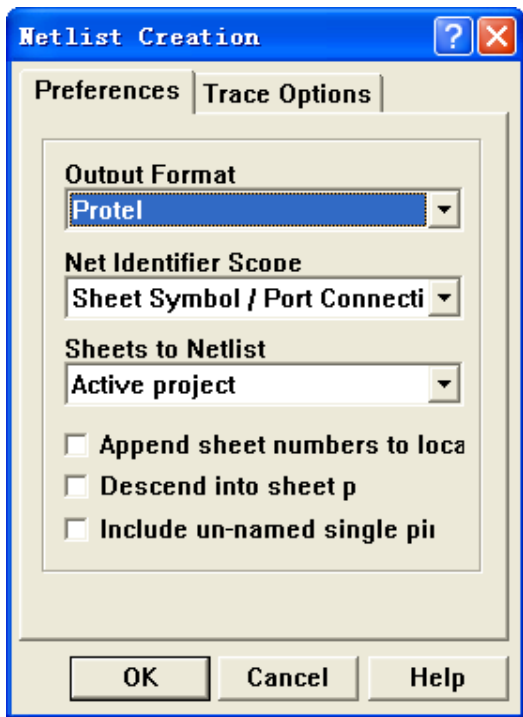

图 5-4 网络表设置对话框
- 4、选择【Design】/【Create Netlist】命令创建网络表，系统将弹出网络表设置对话框，如图 5-4